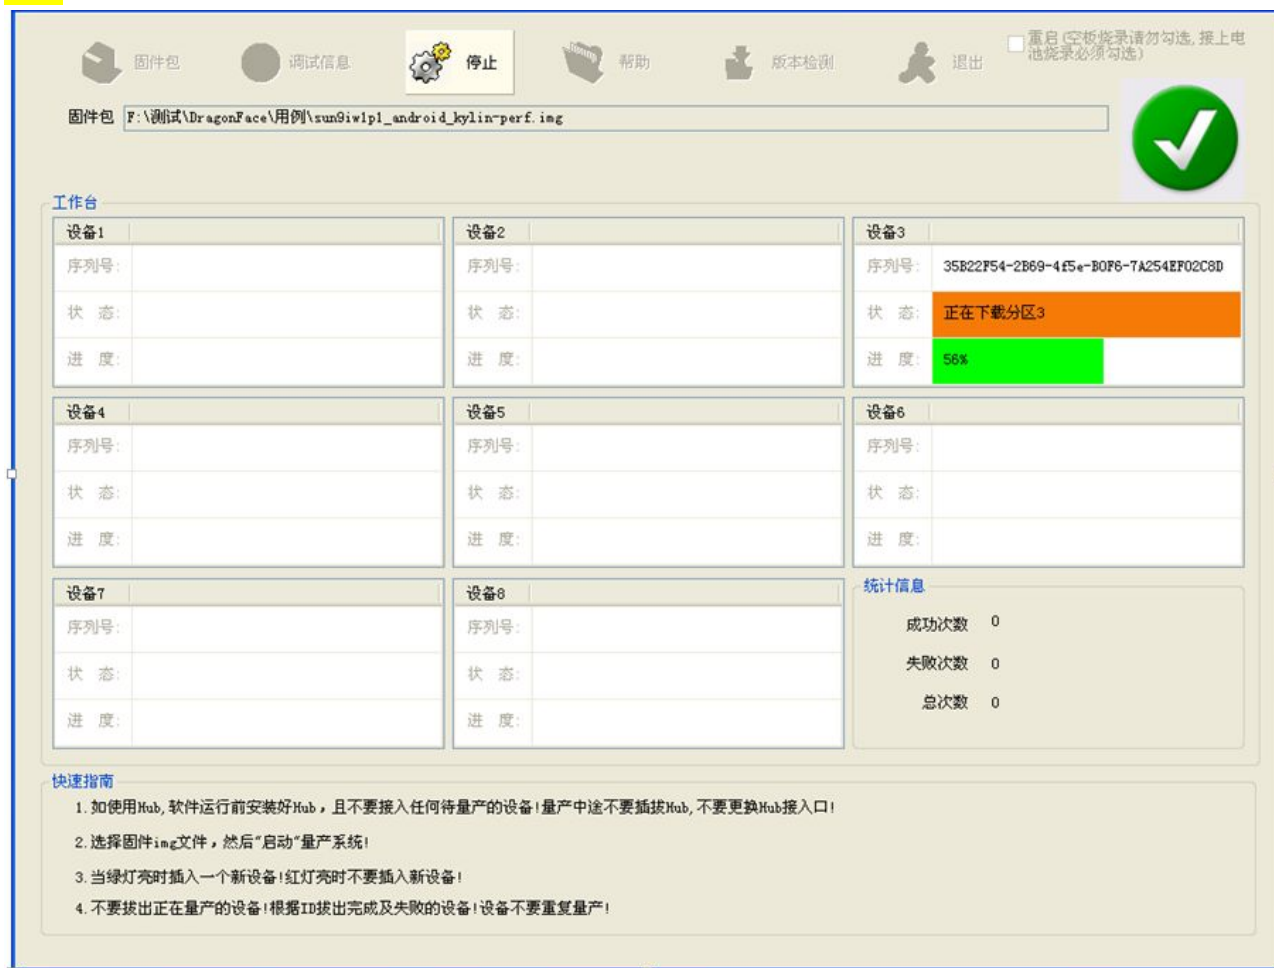

图 3.3
C. 插入设备后出现如下图（图 3.3）所示，软件会给每个 USB 口的设备分配设备号，如图中的 USB 口对应“设备 3”，表示该 USB 口的设备 ID 都是 3。请用标签标记对应的 USB 线的 ID 号（此操作只需做一次）。在量产完成后，要此凭标签的 ID 号进行拔设备。